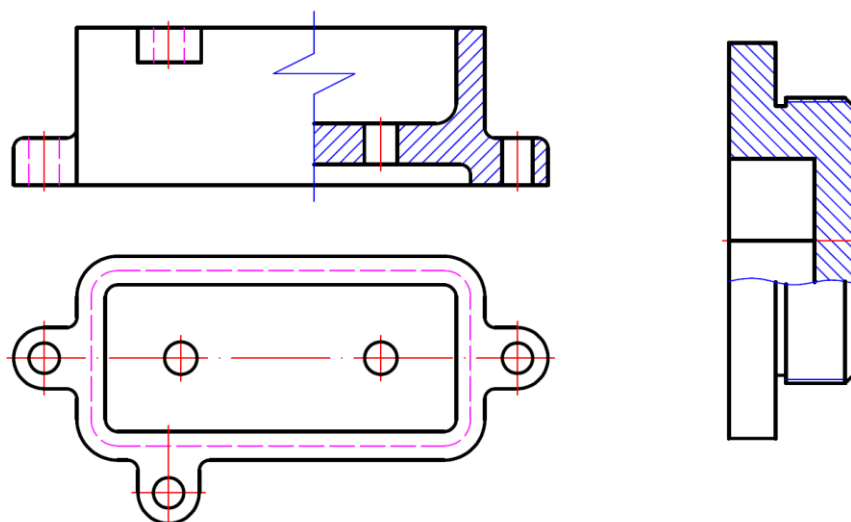

Fig. 9.13. Exemple de desene ale pieselor cu secțiuni parțială
- **secțiuni parțiale**, la care numai o porțiune din obiect este reprezentată în secțiune, iar delimitarea dintre secțiune și vedere se face cu o linie de ruptură (fig. 9.13).